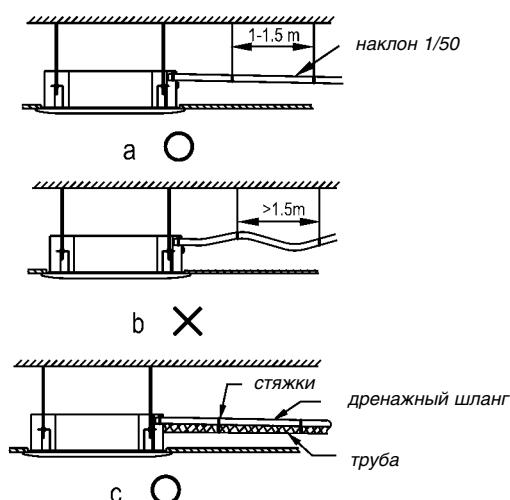

Рис. 28
- Чтобы конденсат не затекал обратно в кондиционер после его выключения, дренажный шланг должен быть слегка наклонен вниз наружу (от кондиционера) под углом около 1/50 (2 см понижения на 1 м длины шланга). На шланге не должно быть подъемов и петель (рис. 28-а).
- В процессе подключения дренажного шланга не тяните за него, чтобы не сместить кондиционер. Через каждые 1–1,5 м нужно закрепить шланг, чтобы он не провисал (рис. 28-б). Вместо этого можно скрепить шланг с жесткой соединительной трубой (рис. 28-с).